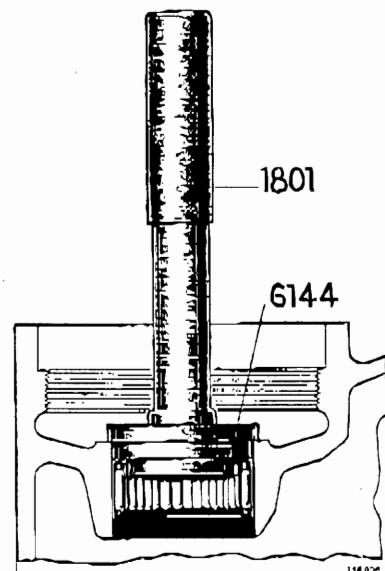

Bild 68. Ipressning av nållager
1. Pressa in nållagret (45) för snäckskruven i huset med 6144 + 1801. Bild 68.
2. Placera huset på 2911 och pressa in kullagret (22) med 2806.